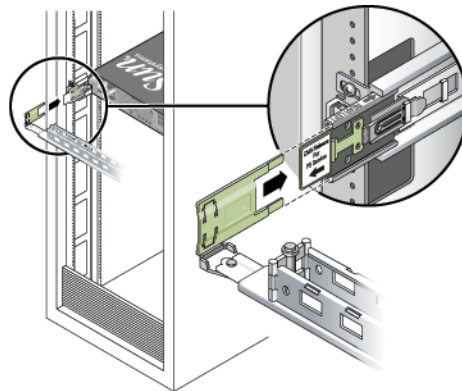

ABBILDUNG 2-6 Anstecken des Kabelführungsarms an das Verbindungsstück der Schienenverlängerung
5. Setzen Sie das andere Verbindungsstück des Kabelführungsarms in den Kunststoffausschnitt an der Schienenverlängerung der Kabelführung ein (ABBILDUNG 2-6).